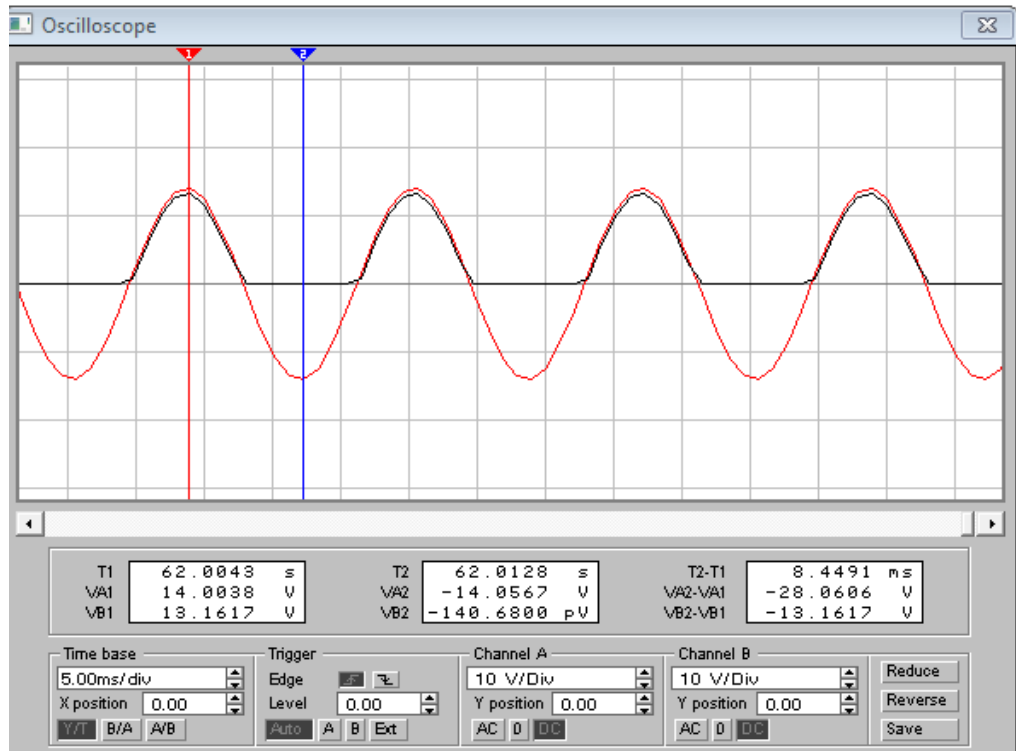

Рисунок 4.6 - Осцилограми напруг електричного кола з випрямним діодом
10. За допомогою візирних ліній віртуального осцилографа визначити амплітуди вхідної U_{mex} і вихідної напруг U_{mR} . По різниці амплітуд обчислити спадання напруги на діоді. Замалювати осцилограми напруг на вході і виході схеми (рисунок 4.6).